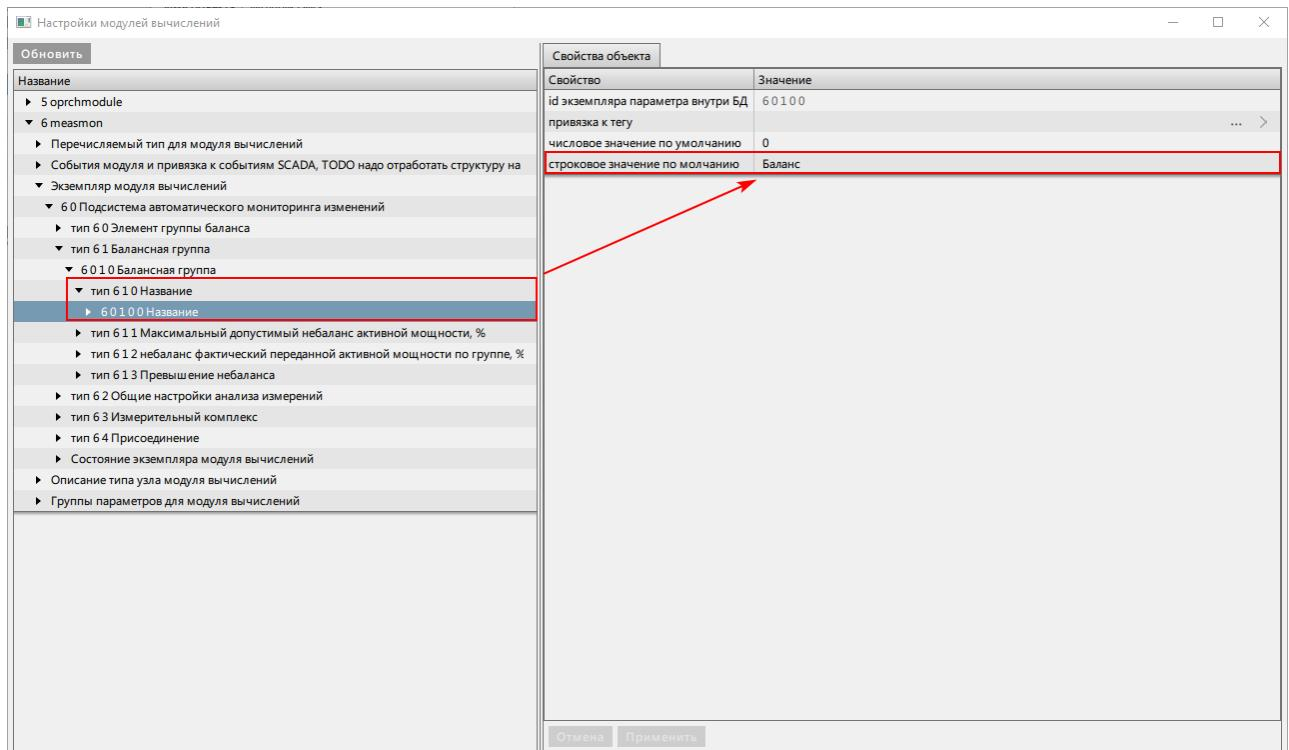

Рисунок 445 - Название балансной группы
6. Раскройте узел **тип 6 1 0 Название** и напротив строки **строковое значение по молчанию** назначьте название балансной группы (Рисунок 445).